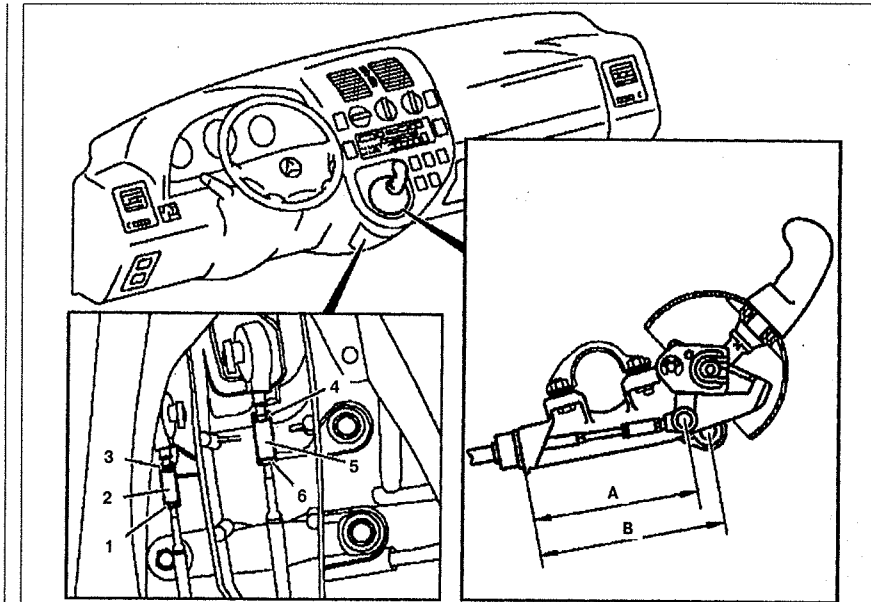

Рис. 6.45. Регулировка рычага переключения передач:
3. Проверьте и отрегулируйте расстояние А (см.рис.6.45). Для регулировки ослабьте гайки 1 и 3 и вращайте регулировочную гайку 2 до установки необходимого расстояния А. Оно должно составлять 146.5 – 148 мм.